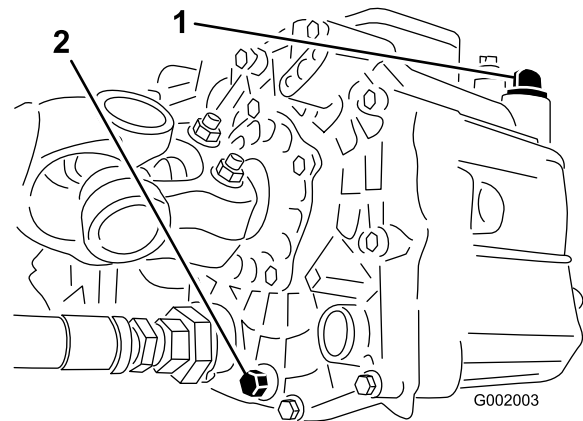

Figura 38
3. Retire el tapón de vaciado del lado del depósito y deje que se drene el aceite hidráulico al recipiente (Figura 38).